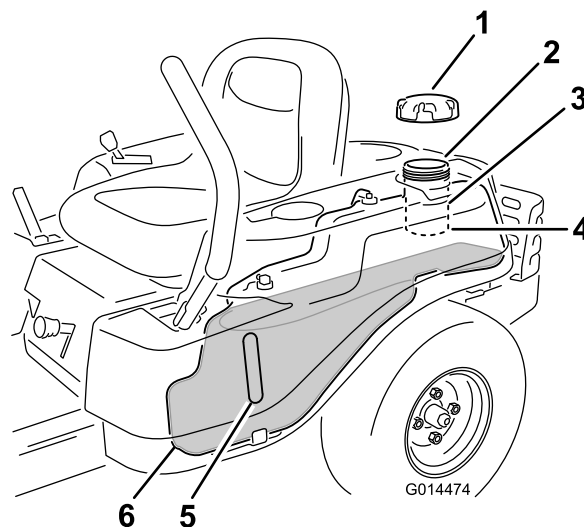

Figura 8
**Nota:** Pode utilizar a janela do combustível para verificar a presença de gasolina antes de encher o depósito (Figura 8).
2. **Lentamente** adicione gasolina até o combustível chegar à base do tubo de enchimento (Figura 8).